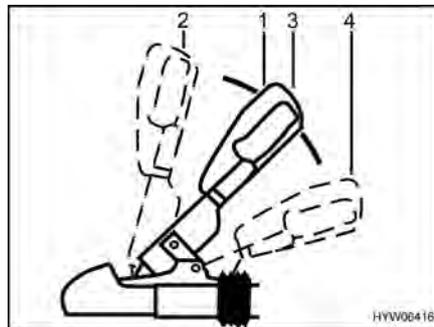

Fig. 4 Acoplamiento de seguridad WS 3000 D
- Desplazar la palanca de acoplamiento (Fig. 4,1) hacia arriba a la posición "abierto" (Fig. 4,2). El acoplamiento de seguridad está abierto.
- Colocar el acoplamiento de seguridad abierto en la bola del remolque del vehículo tractor y soltar la palanca de acoplamiento. El tirador se vuelve a deslizar automáticamente hasta su posición inicial (Fig. 4,3).
- Activar el dispositivo de estabilización. Tirar de la palanca de acoplamiento hacia abajo desde la posición cerrado (Fig. 4,3) hasta el tope (Fig. 4,4).
Para desconectar el dispositivo de estabilización, p. ej. para maniobrar, tirar la palanca de acoplamiento (Fig. 4,1) lentamente hacia arriba hasta la posición cerrada (Fig. 4,3).